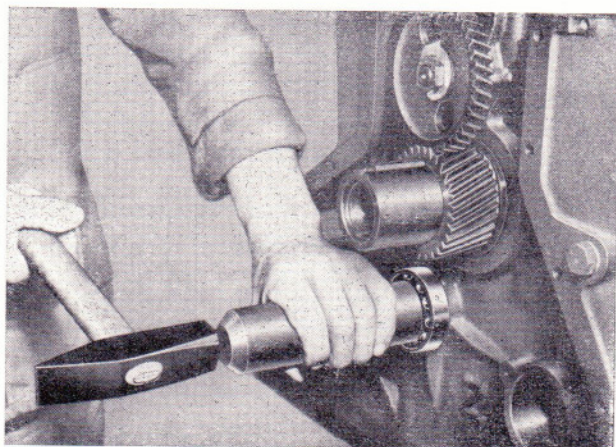

Bild 63
- Zwischenradlagerzapfen mit Einschlagglocke für Zwischenlager 27 01760 008 in das Kurbelgehäuse einziehen (Bild 63).